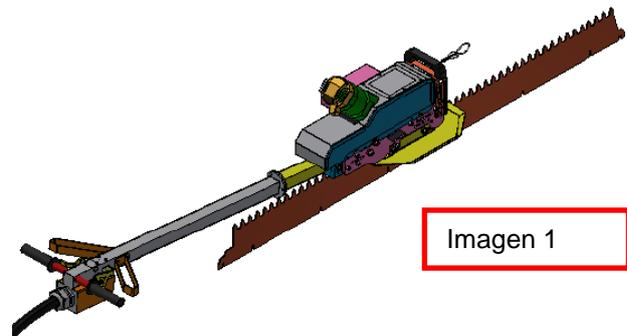

Imagen 1
- Coloque el limpiador de rejillas sujetando el mango y colocándolo sobre la rejilla de la cortadora / oxicorte láser a limpiar (ver imagen 1)